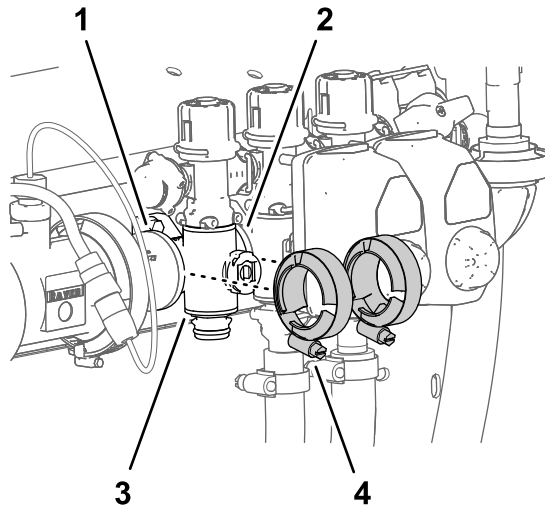

図 134
4. 個別boomマニホルドバルブの取り外し (ページ 79) で取り外したフランジクランプを、boomバルブマニホルドのフランジと、もう一つのboomバルブまたはカップリングアダプタのフランジの間に入れる 図 134。
- フランジクランプ2個を手締めする 図 134。